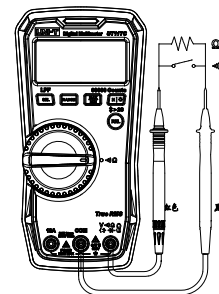

Abbildung 7
4. Durchgangsmessung (Abbildung 7)
5. Widerstandsmessung (Abbildung 7)